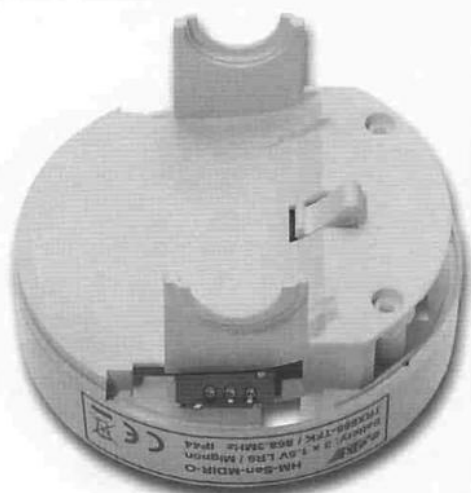

Bild 23: Das Lager wird auf die Rückseite des Batteriefachs aufgesetzt ...
Dieser Montageschritt beginnt mit dem Aufsetzen des Lagers (9) auf die Rückseite des Batteriefachs (Bild 23).